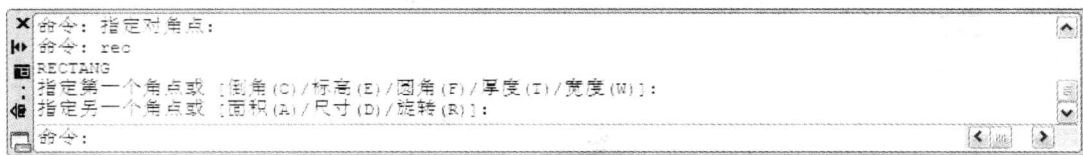

图 1-10 命令行窗口
- ☑ 命令行：在绘图区的下面为命令行，可以显示执行的命令、系统变量、选项、信息和提示等信息。用户可以根据需要改变其窗口的大小，也可以将其拖动为浮动窗口，如图 1-10 所示。